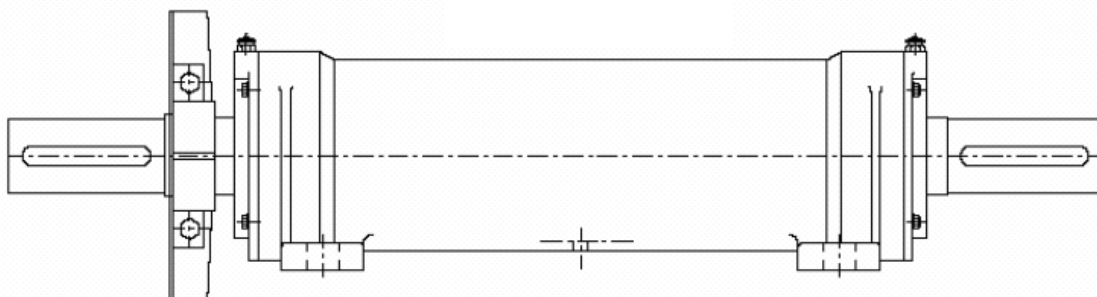

Abb. 10-10 Lagergehäuse mit Kühlgebläse
1.- Bei Lagergehäusen mit installiertem Kühlgebläse ist zunächst dessen Ausbau erforderlich (Abb. 10-10).